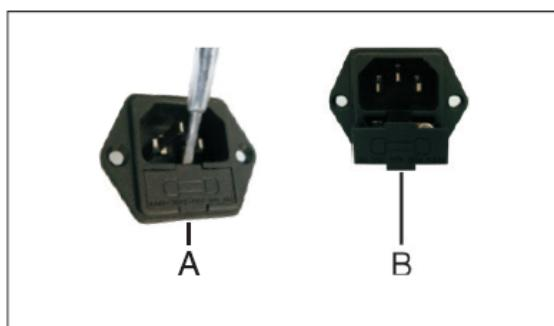

Рисунок 8
1. Вставьте плоский конец отвертки в прорезь на крышке предохранителя ниже разъема электропитания и используйте её в качестве рычага (Рисунок 8- А);
2. Снимите крышку предохранителя (Рисунок 8- В);
3. Вставьте крышку обратно на место (Рисунок 8- В).